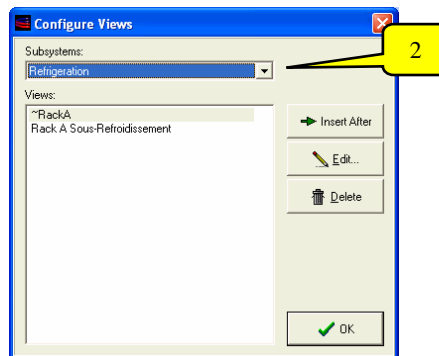

Figure 3 – Vue de Configuration
- 2- Dans la liste déroulante **Subsystems**, sélectionner **Refrigeration** (Figure 3). Cliquer sur **~RackA** et, ensuite, sur le bouton **Insert After** (Insérer Après).